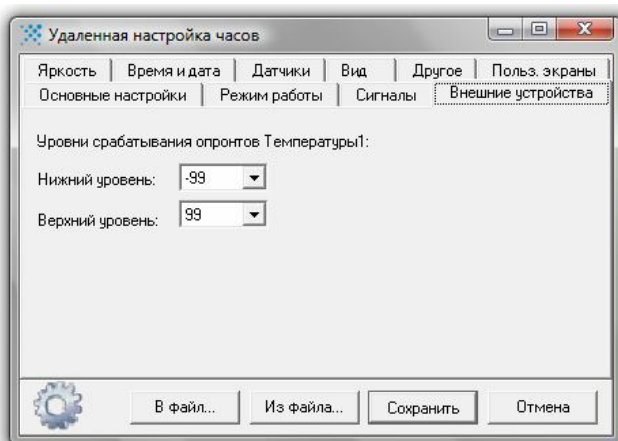

Рисунок 6 – Внешние устройства.
**Внешние устройства** – в данной вкладке осуществляется настройка срабатывания оптронов датчика Температура 1, подключенного к соответствующему разъему электронных часов (рисунок 6). В поле «Нижний уровень» задается